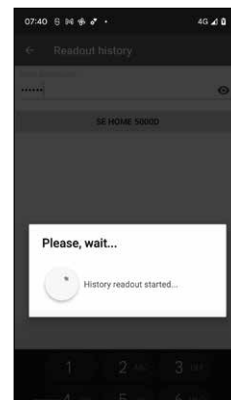

Abb. 129
⑦ Die Historie-Daten werden nun aus dem Zylinder abgerufen und in der App als Protokolldatei angelegt (Abb. 129).